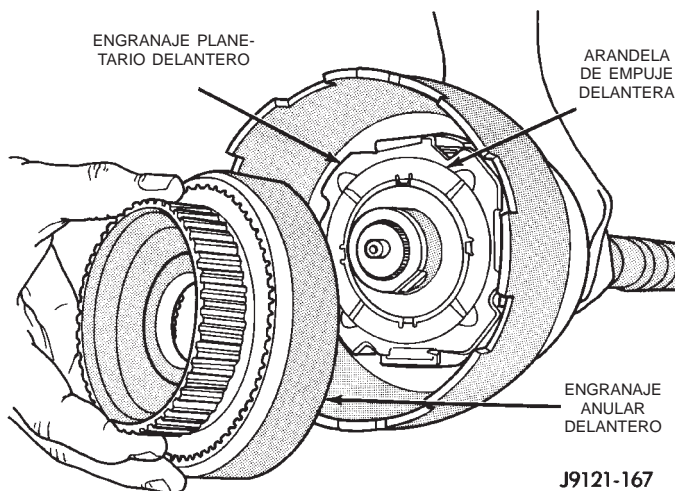

Fig. 162 Instalación de los engranajes planetario y anular delanteros
(14) Instale el engranaje planetario delantero en el eje transmisor y en el caso impulsor (Fig. 162).
(15) Instale la arandela de empuje delantera en el engranaje planetario delantero. Utilice suficiente vaselina como para sostener la arandela en su lugar y asegúrese de que las cuatro lengüetas de la arandela estén asentadas.
(16) Si fuera necesario, ensamble el engranaje anular delantero y el soporte. Asegúrese de que el anillo de muelle del soporte esté asentado.
(17) Instale el anular delantero en el planetario delantero (Fig. 162).